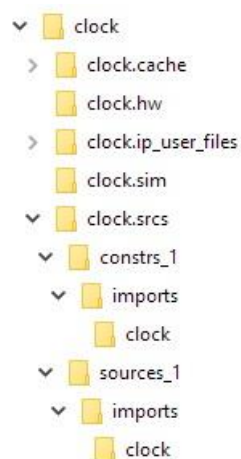

Figura 13. Structura de directoare generată la crearea proiectului și adăugarea fișierelor.
10. Folosiți utilitarul *File Explorer* pentru a vizualiza conținutul directorului în care a fost creat proiectul. Se poate observa că în acest director au fost create mai multe subdirectoare, printre care subdirectorul *clock.srscs*. Fișierele sursă adăugate în proiect pot fi regăsite în subdirectorul *clock.srscs\sources_1\imports\clock*, iar fișierul de constrângeri adăugat poate fi regăsit în subdirectorul *clock.srscs\constrs_1\imports\clock* (figura 13).